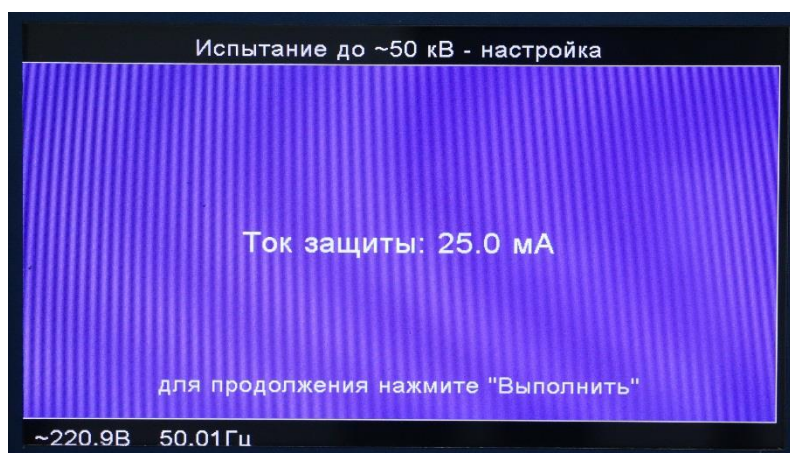

Рис.8.5.
8.3.3. Установить требуемый ток защиты (рис.8.5) Ток защиты может быть установлен в пределах 1,0 мА – 25,0 мА с шагом 0,5мА.